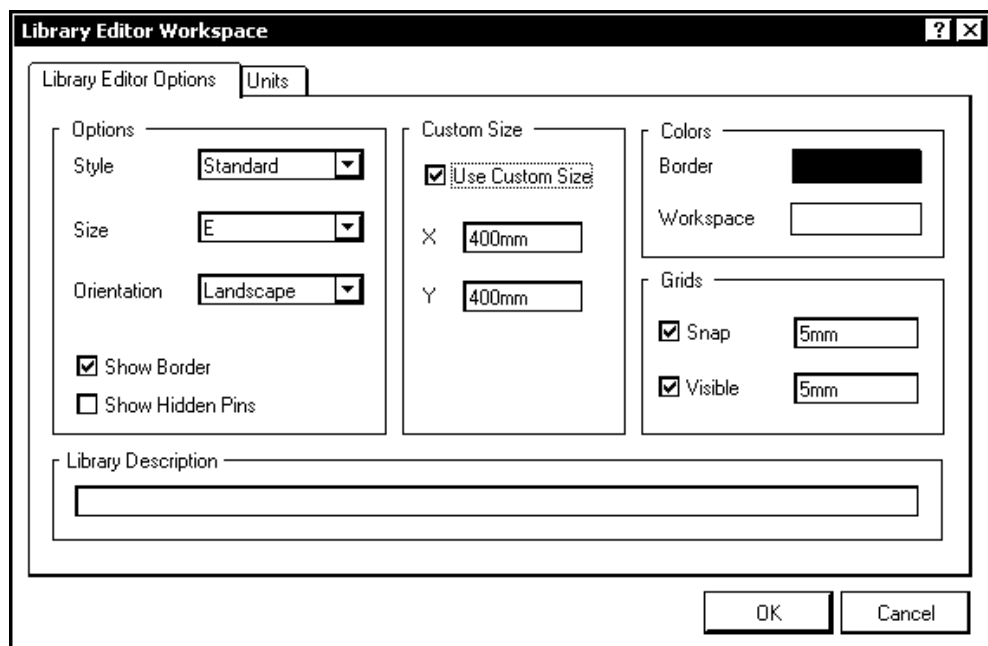

Рис. 2.1. Диалоговое окно настройки конфигурации редактора библиотек **Library Editor Workspace**
3. Активизировать команду главного меню **Tools | Document Options** (Настройки документа) и настроить в диалоговом окне **Library Editor Workspace** (Рабочее пространство редактора библиотек) основные элементы рабочего пространства редактора библиотек (рис. 2.1):